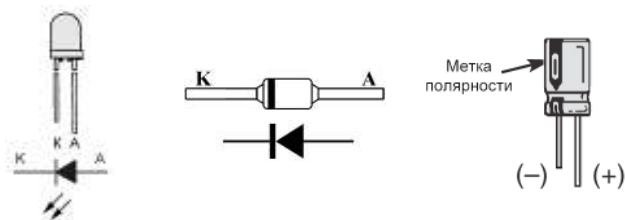

Рис.4 Цоколевка элементов
**ПРИМЕЧАНИЕ:** Цоколевка элементов показана на **рис.4**.